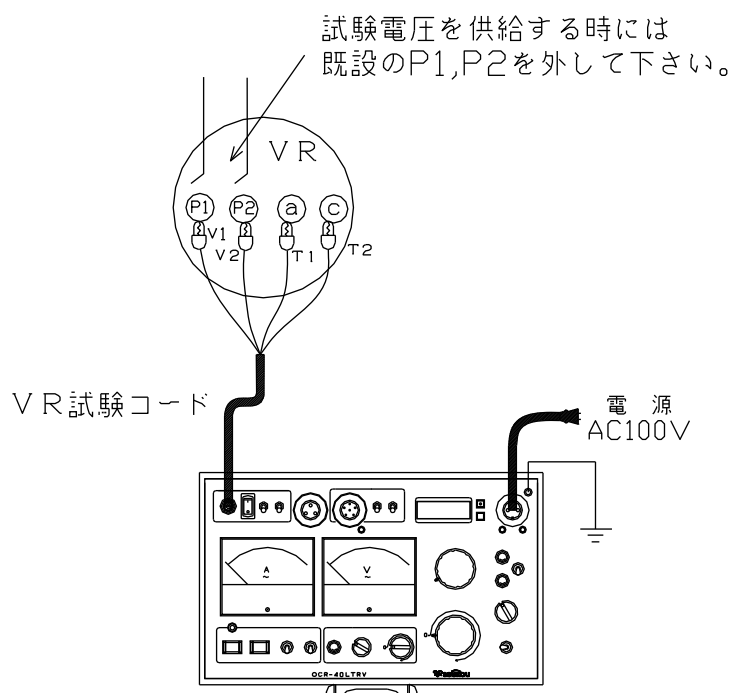

図16 : OVR,UVRの試験 (停電状態)
5. 以上のような点を注意し、試験回路を構成します。(図16,17)